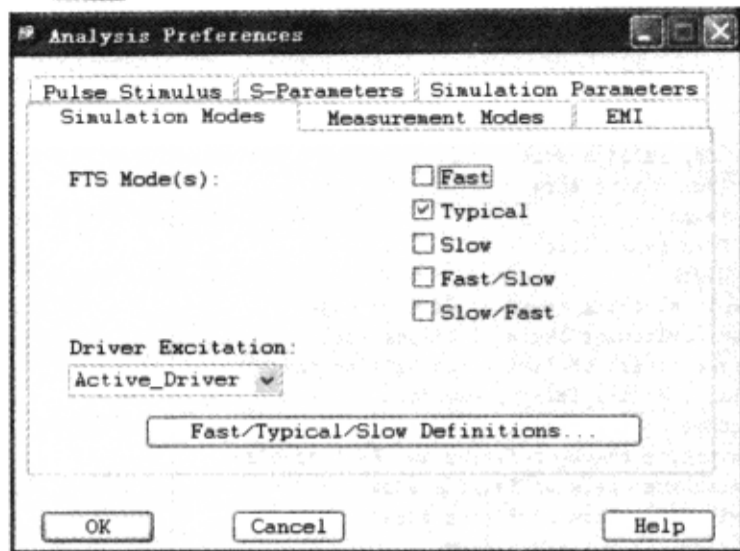

图 3-9-9 设置仿真模式
(3) 设置“Simulation Modes”栏，如图3-9-9所示。